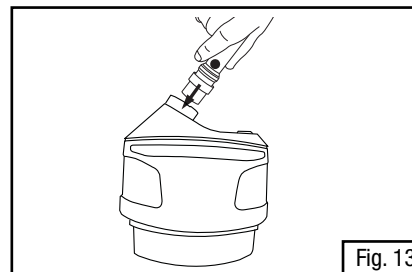

Fig. 13
- o Insira o indicador do fluxo de ar TR-970 numa saída na unidade motor/ventilador TR-300. Se a traquéia estiver no seu lugar apropriado, ela deve ser removida para permitir que o indicador de fluxo seja inserido (Fig. 13).